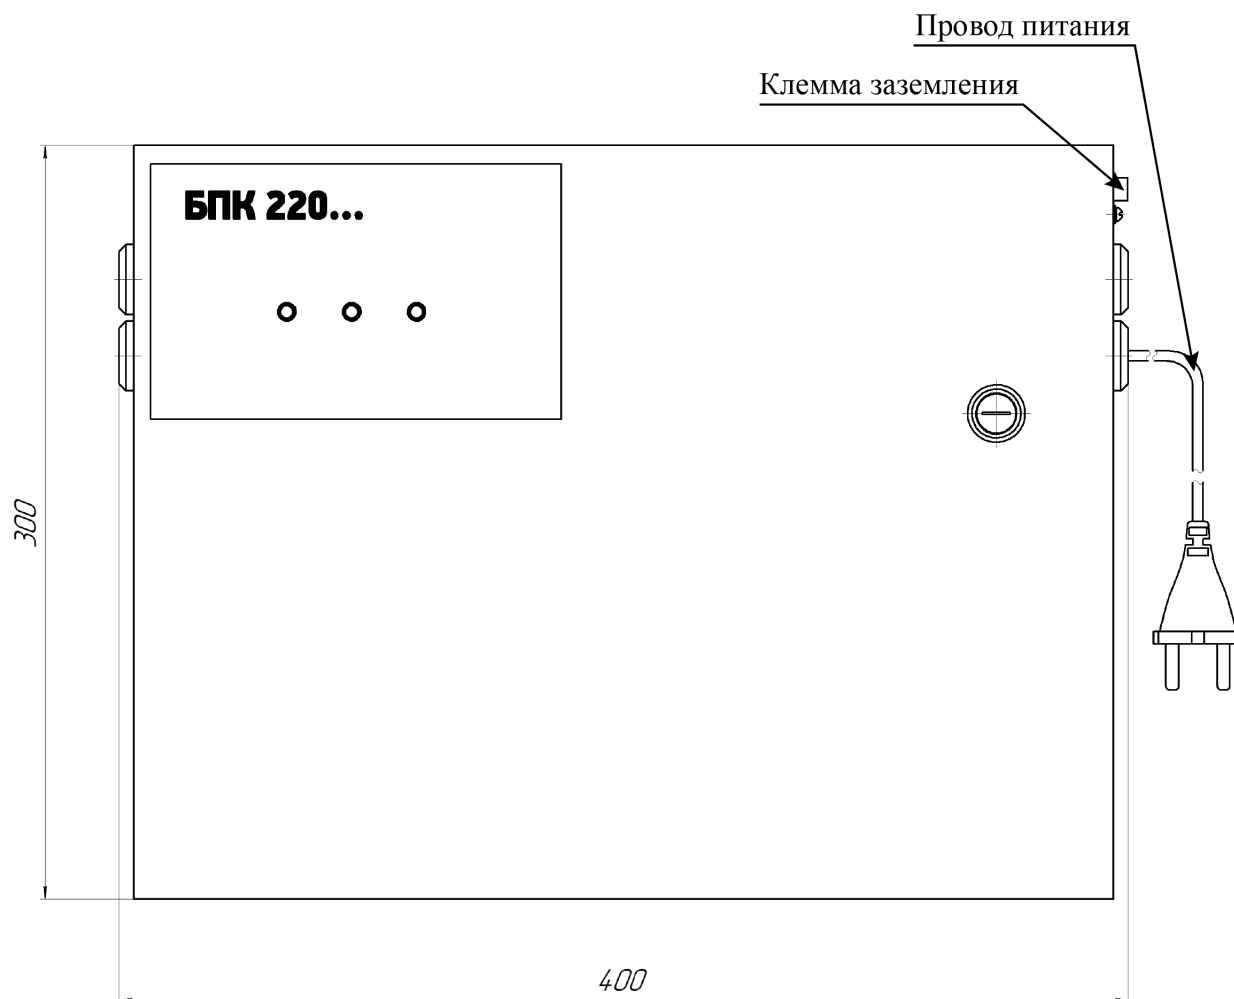

Рисунок 4 – Габаритные размеры
- подключить провод заземления к клемме заземления (рисунок 4) (медный провод сечением не менее 1 мм²);